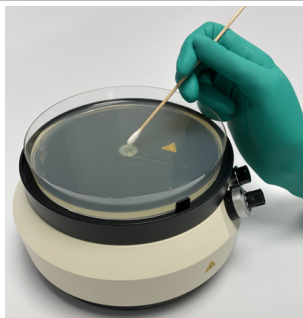

Рис. 3
5. Выполните посев: окуните в посевную суспензию стерильный, нетоксичный и не слишком туго скрученный тампон. Удалите избыток жидкости, прижав тампон к внутренней поверхности стенки пробирки. Удалите больше жидкости, когда делается посев на чашку диаметром 90 мм, и меньше при засевании чашки диаметром 150 мм. Тщательно распределите суспензию по поверхности агара штрихами в трех направлениях, каждый раз поворачивая чашку на 60 градусов, чтобы обеспечить равномерное распределение посевного материала. В качестве альтернативы можно использовать инокулятор RETRO C80 для эффективного распределения посевной суспензии по поверхности агара (**рис. 3**) (инструкции см. в руководстве пользователя инокулятора RETRO C80). Дайте избытку влаги адсорбироваться в течение 15–20 минут, так чтобы **поверхность была полностью сухой перед нанесением тест-полосок с градиентом ETEST**.